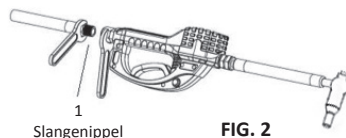

FIG. 2
2. Påfør gjengetetningsmiddel på hanngjengene på slangenippelen. Gjeng slangenippelen i svingtappen (1) og stram godt (FIG. 2). Påse at du lar tetningsmiddelet herde etter produsentens anbefalinger før du tilfører væske i systemet.